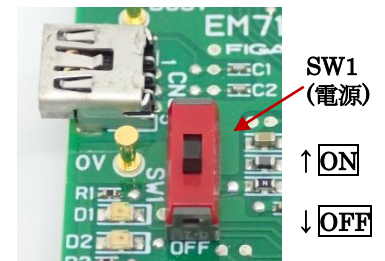

图 7
- ③ 将EM7162的电源开关(SW1)置于ON的位置（见图7）。
- ④ 双击已经安装到电脑中的管理软件 (ConcMeasure.exe) 图标，